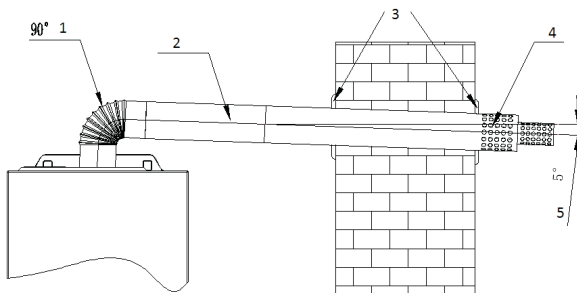

Рис. 12
В зависимости от фактического места установки котла клиент может столкнуться с ситуацией, когда длины трубы дымоотвода будет недостаточно для монтажа, тогда клиент может, основываясь на фактической потребности, заказать удлиненную трубу дымоотвода и патрубки: смотри рис. 12.
**ВНИМАНИЕ:** Общая составная длина (с учетом возможных поворотов на 90° и 45°) труб дымохода и воздуховода (считая сразу же от отвода 90° после выхода из котла) **не должна превышать максимальных расстояний, указанных на рис. 12а**, при этом каждый дополнительный отвод 90° равнозначен увеличению длины трубы дымохода или воздуховода на 0,5 м, а каждый дополнительный отвод 45° равнозначен увеличению длины трубы дымохода или воздуховода на 0,5 м.